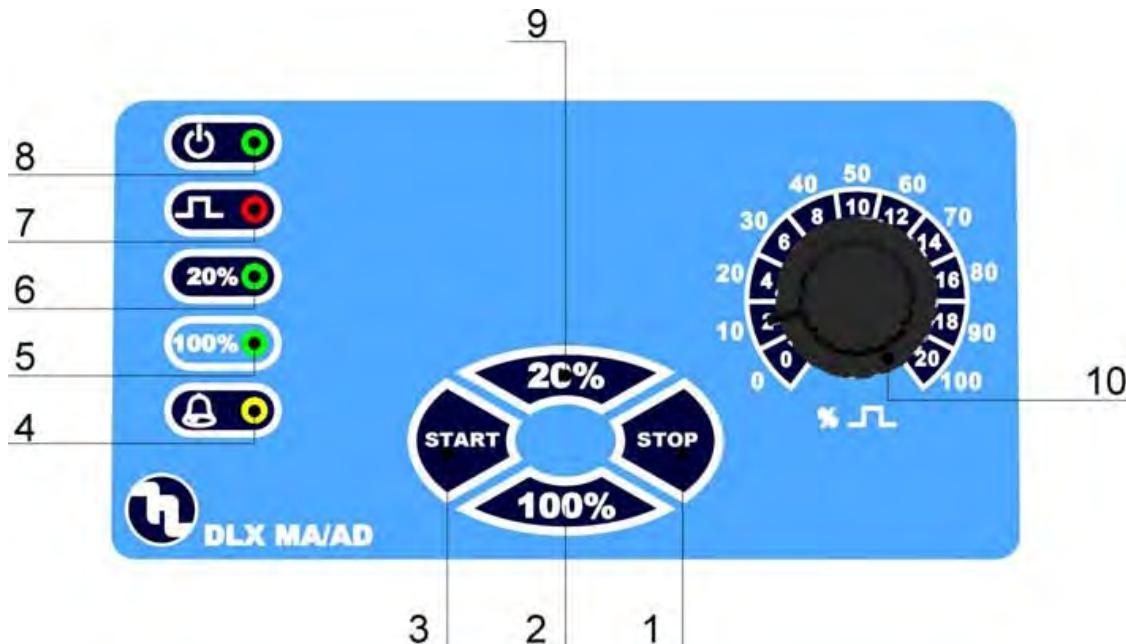

Bild 11
2. Entfernen sie jegliches Wasser aus dem Pumpenkopf, wenn dies nicht möglich ist, demontieren sie dafür den Pumpenkopf mit den 4 Befestigungsschrauben Bild11.
### 6.1 - TASTENFUNKTIONEN (bild 11)